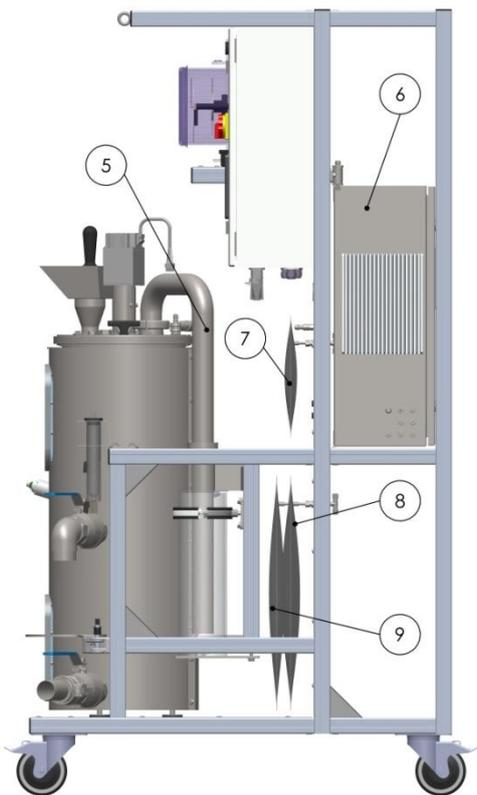

Abbildung 11: Nummerierung Gasbeutel
- Gassammelbeutel (Abbildung 11, Nr. 9) → nicht zu stark gefüllt
- Druckausgleichsbeutel (Abbildung 11, Nr. 7) → gefüllt (Ausnahme: nach Probeentnahme)